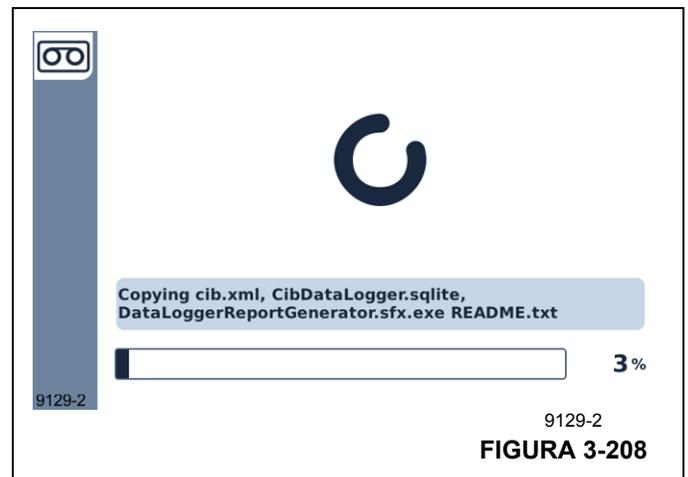

FIGURA 3-208
3. Pulse el botón de USB cuando el dispositivo sea detectado para iniciar la descarga (Figura 3-208).